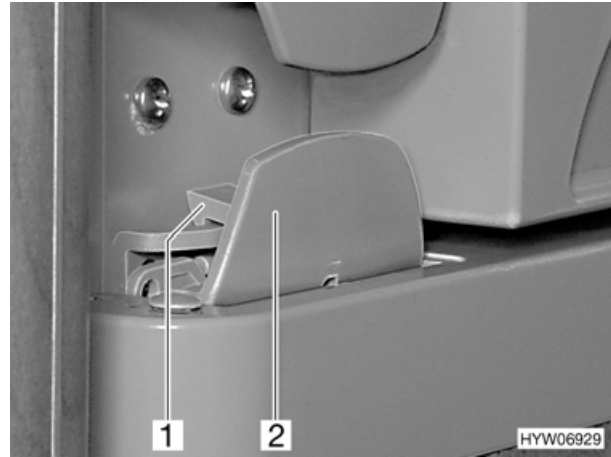

Bild 95 Verriegelung der Kühlschranktür, geschlossen (Variante 2)
- Kühlschranktür am Griff (Bild 95,2) öffnen. Die Verriegelung (Bild 95,1) wird automatisch gelöst.